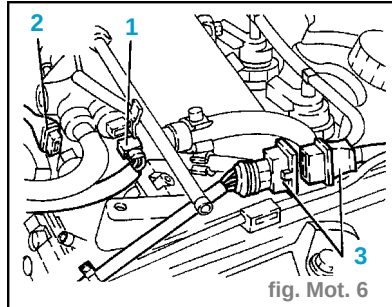
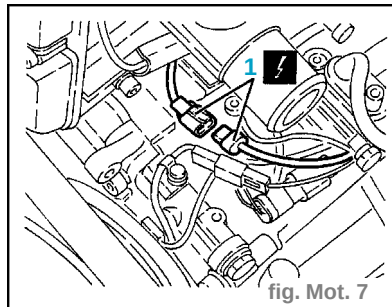

fig. Mot. 6
fig. Mot. 7
- Débrancher les connexions électriques (2) de la centrale de préchauffe des bougies.
- Débrancher la connexion électrique (3) du capteur de pression du carburant.
- Débrancher la connexion électrique (4) du capteur de surpression.
- Débrancher la connexion électrique (5) de l'interrupteur thermique pour réchauffeur de carburant.
- Débrancher la connexion électrique (6) du réchauffeur de carburant.
- Désassembler la jonction (1) de la tubulure en dépression du dispositif EGR.
- Débrancher la connexion électrique (1) du capteur de température du car-
- burant. (fig. Mot.6)
- Débrancher la connexion électrique (2) du régulateur de pression.
- Débrancher la connexion électrique (3) du capteur de phase.
- Débrancher la connexion électrique (1) du joint électromagnétique du compresseur du climatiseur. (fig. Mot. 7)